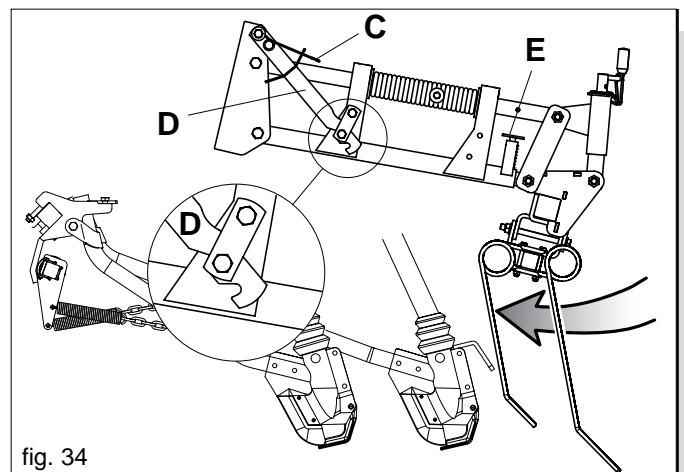

fig. 34
- 7) Die in den Sammelbehältern gesammelte Saatgutmenge wiegen und unter Bezug auf die durchgeführten Drehungen mit 100 oder 40 multiplizieren. Das Ergebnis ist die in Kilogramm pro Hektar ausgestreute Saatgutmenge (Abb. 34).
- 1) Die Feder (C) in die auf Abb. 34 gezeigte Position bringen.
- 2) Die Saatgutabdeckegge heben und den Hebel einhaken (D Abb. 34).
- 3) Den Bolzen (E Abb. 34) hochheben und die Egge bis zur nächsten automatischen Kupplung des Bolzens gleiten lassen (E Abb. 34).